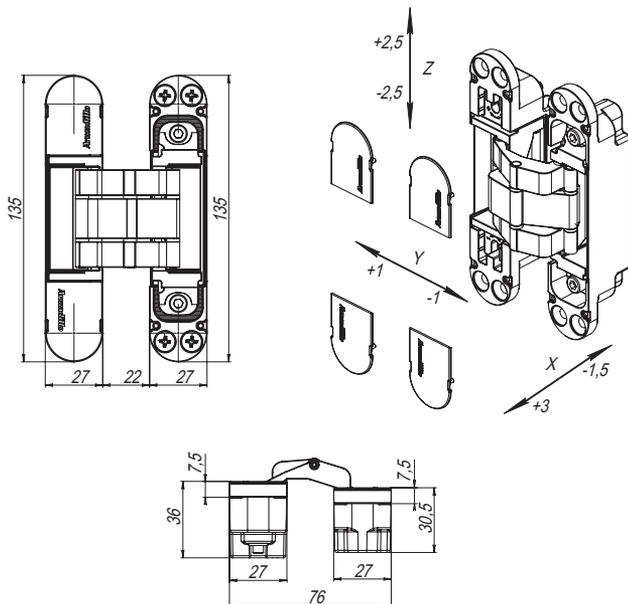

Рис. 1 — Габаритные размеры петель
- Габаритные размеры в открытом положении петли (рис. 1):
- Вертикальная регулировка (Z): $\pm 2,5$ мм
- Горизонтальная регулировка (X): $-1,5+3$ мм
- Регулировка по глубине (Y): ± 1 мм